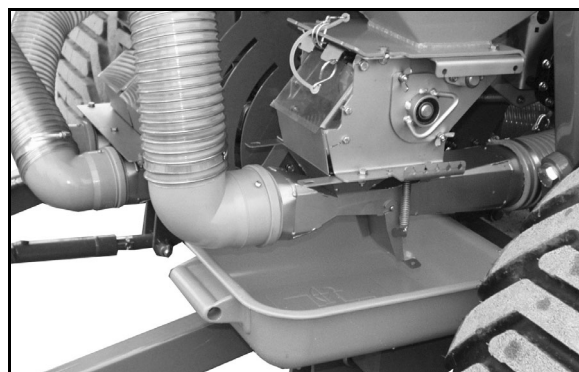

Рис. 87
3. Ослабьте две барашковые гайки (Рис. 87/1), не откручивайте полностью.